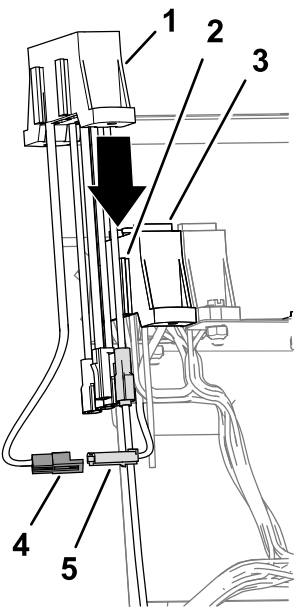

Figure 23
- 2. Branchez le connecteur à 2 broches des câbles d'alimentation auxiliaire du porte-fusibles de la machine au connecteur à 2 douilles des câbles d'alimentation du porte-fusibles auxiliaire (Figure 23).
- 3. Alignez les fentes du porte-fusibles auxiliaire et les brides de montage du porte-fusibles de la machine (Figure 23).